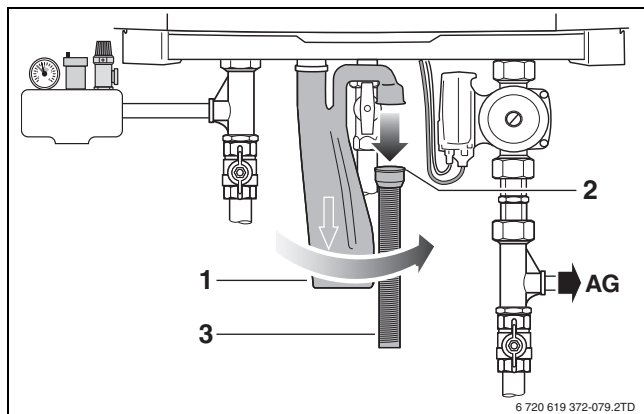

Bild 94 Wellenschlauch lösen
- ▶ Wellenschlauch (→ Bild 94, [3]) mit Gummimanschette (→ Bild 94, [2]) vom Siphon (→ Bild 94, [1]) lösen.
- ▶ Siphon eine viertel Umdrehung im Uhrzeigersinn drehen (→ Bild 94).